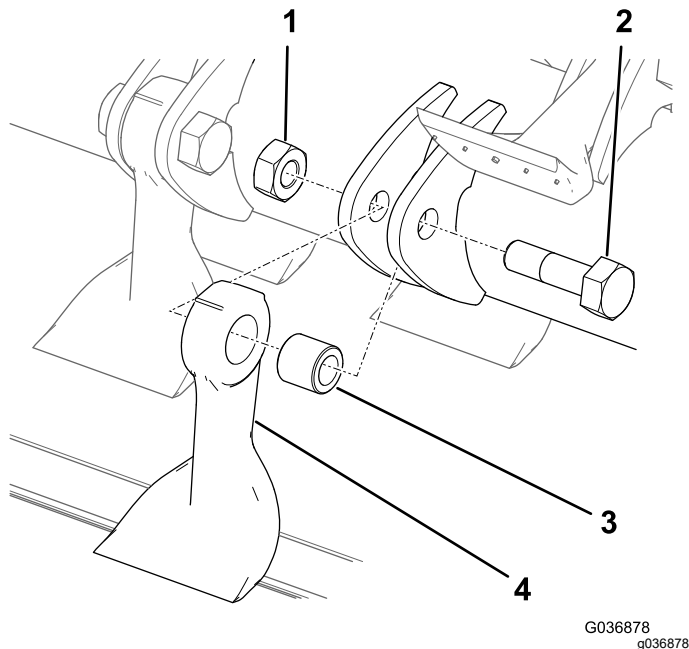

Bild 76
8. Fassen Sie das Messer mit einem Lappen oder dicken Handschuh an, entfernen Sie die Mutter, die Buchse und das Messer (**Bild 76**).
10. Setzen Sie ein neues Messer und eine neue Buchse mit einer neuen Mutter und Messerschraube ein (**Bild 76**).